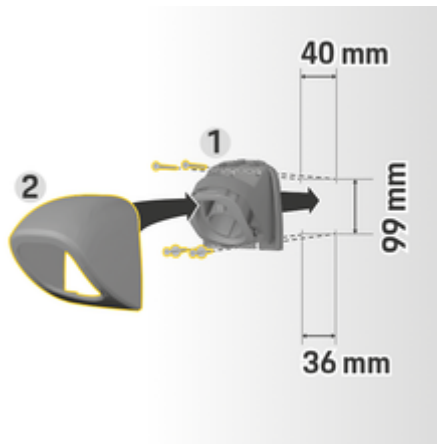

Fig. 100: Dimensões de perfuração
1. Remover o fecho do conector **1** (Fig. 100) da capa **2** (Fig. 100).
4. Aparafuse o fixador do conector **1** (Fig. 100) à parede.
5. Coloque a cobertura **2** (Fig. 100) no fixador do conector **1** (Fig. 100) a partir de baixo e empurre para cima.